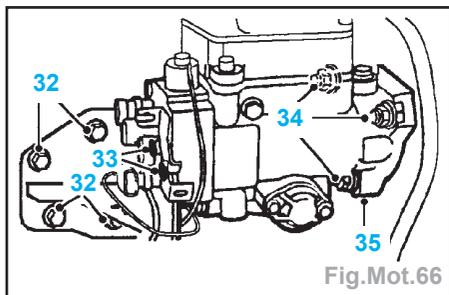

Fig.Mot.66
- Débrancher le flexible de retour de carburant (29) vers la pompe d'injection de l'injecteur n°3.
- Enlever les 4 boulons (32) maintenant le support de soutien de pompe d'injection sur le moteur (Fig.Mot.66).